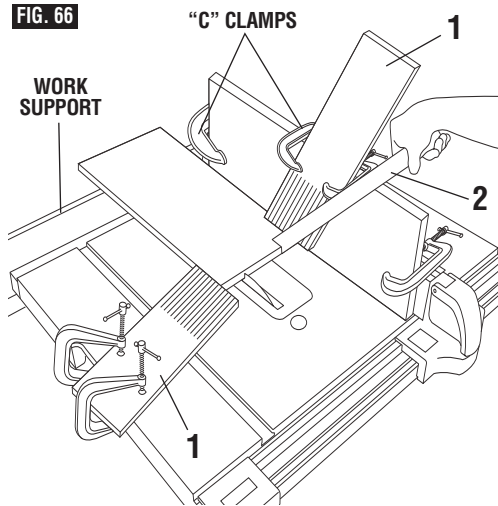

FIG. 66
Añada una tabla de refrentado plano de 8" de altura al tope-guía a lo largo de toda la longitud del tope-guía (Fig. 66).
2. Para cortar rebajos a lo largo de un borde (el lado largo de la pieza de trabajo) tal como se muestra en la ilustración, añada un refrentado al tope-guía para cortar al hilo a una altura aproximadamente igual al ancho de la pieza de trabajo. Ajuste el tope-guía para cortar al hilo y la hoja a las dimensiones requeridas; luego, haga el primer corte con la tabla en posición horizontal sobre la mesa; siga la preparación de la Fig. 66. Haga un segundo corte con la pieza de trabajo en el borde. Siga todas las precauciones, instrucciones de seguridad e instrucciones de funcionamiento de la misma manera que para cortar al hilo o para operaciones del tipo de corte al hilo, incluyendo tablas con canto biselado y palo de empujar, etc.